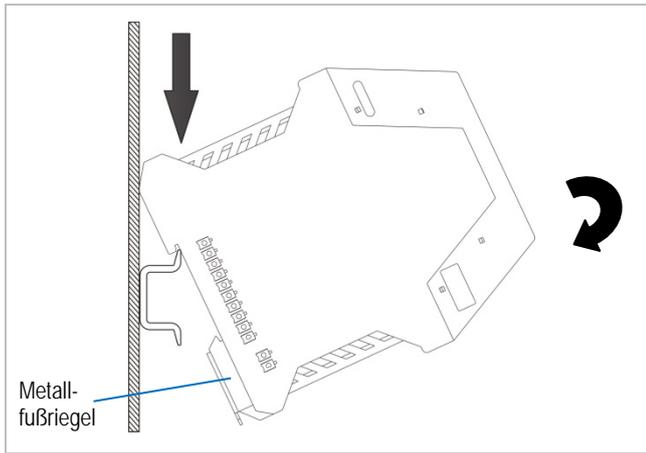

Abbildung 7: Einrasten des Extension-Moduls auf einer Tragschiene
Gebrauchslage Metallfußbriegel – unten (siehe Abbildung 7)
1. Das Extension-Modul mit seitlichem Abstand von etwa 10 mm zum benachbarten Modul so auf die Tragschiene setzen, wie es Abb. 7 zeigt (an der oberen Halte-Nut aufsetzen und mit dem Metallfußriegel an der Tragschiene einrasten). Anschließend seitlich nahezu fugenlos an das(die) benachbarte(n) Remote I/O-Modul(e) anreihen.